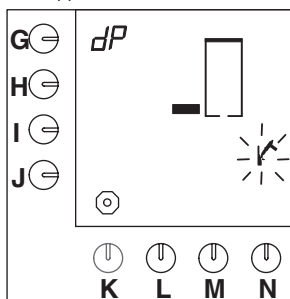

Fig. 24 Første nivå av rensprogrammet, varmtvannsystemet
- Første nivåfelt vises på displayet og hammersymbolet blinker (fig.24).